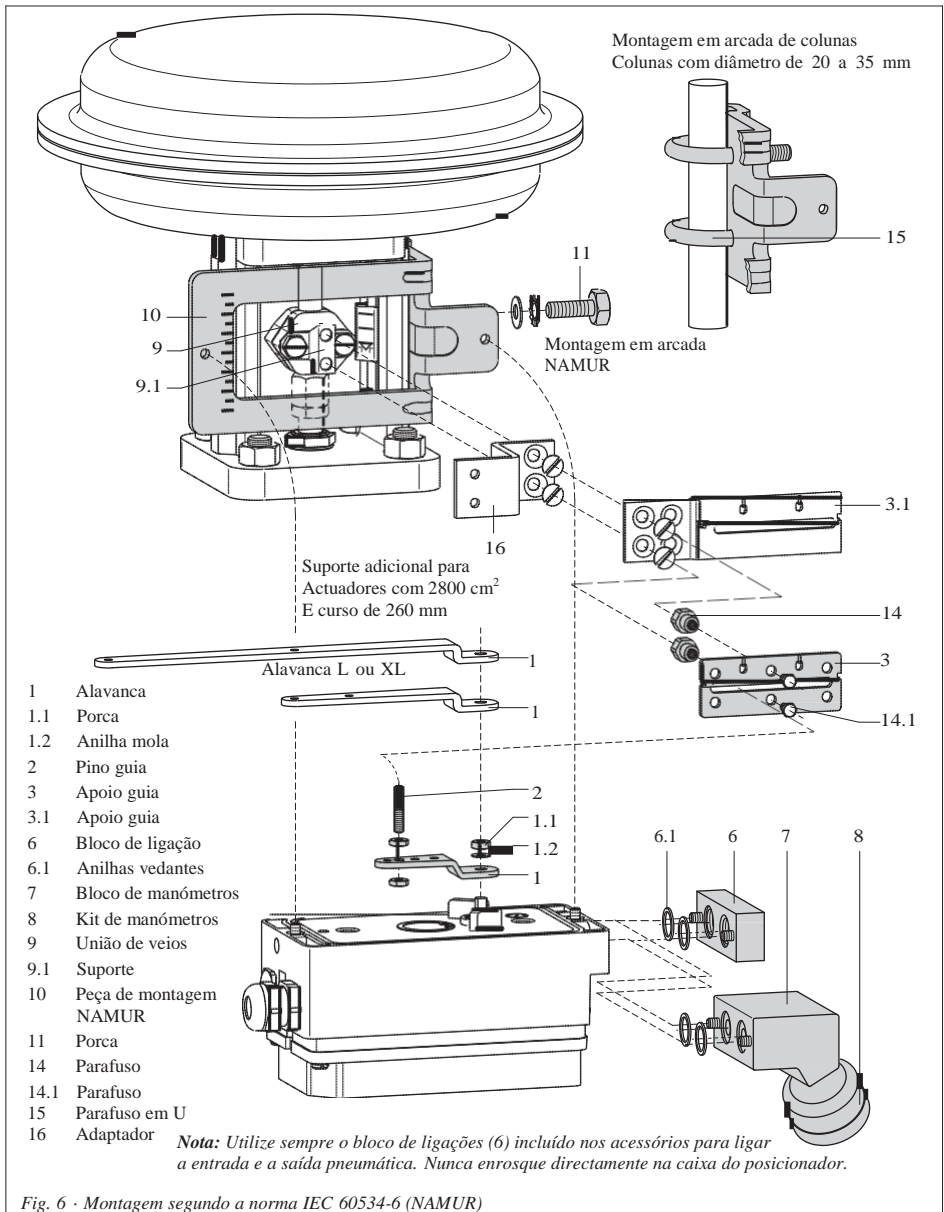

Fig. 6 · Montagem segundo a norma IEC 60534-6 (NAMUR)
Para a ligação pneumática é necessário montar na caixa do posicionador um bloco de ligações (6) ou um bloco de manómetros (7), dependendo de qual o acessório escolhido. Certifique-se que ambas as anilhas vedantes (6.1) ficam correctamente colocadas (veja a Fig. 6 na página 27, inferior à direita).